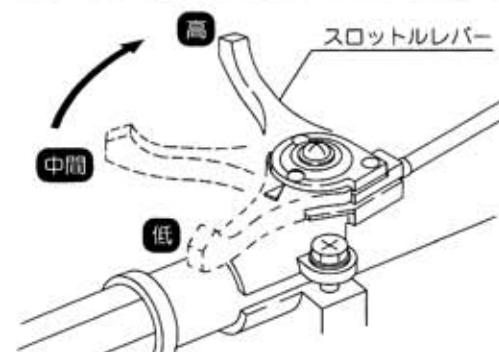

図25
④ スロットルレバーを【高速】位置の方に少し開きます。(図25)